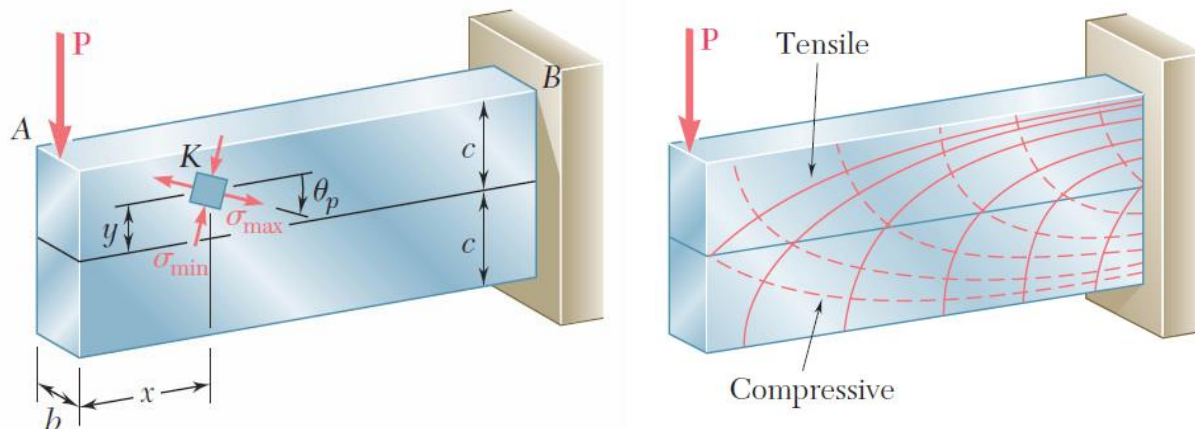

Figura 4.7
4.2.4 Determine a orientação da tensão principal máxima dos 5 pontos (x, y) da Figura 4.7: A(10;-35), B(20;-20), C(30;0), D(40;20) e E(50;35). Dados: $P=10$ kN, $c=40$ mm, $b=10$ mm.